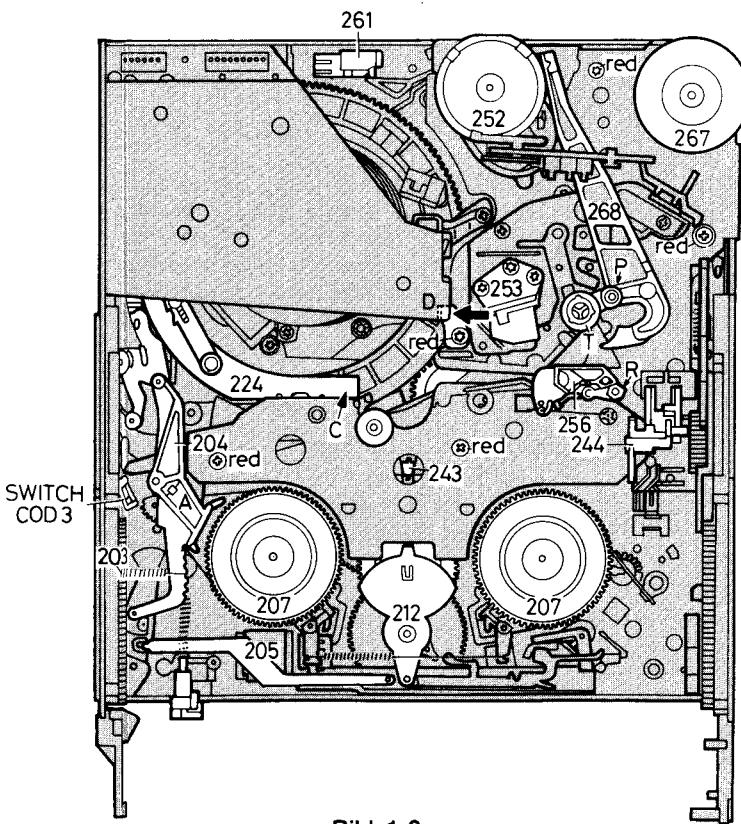

Bild 1-8
- Feder Pos. 203 (Bild 1-8) aushängen.
- Laufwerk halb einfädeln (Stellung C Bild 1-8).
- Lagerachse Pos. 265 losschrauben und aus dem Capstanlagerbock herausziehen (Bild 1-8).
- Mutter R (Bild 1-8) abschrauben und gemeinsam mit Plättchen entfernen.